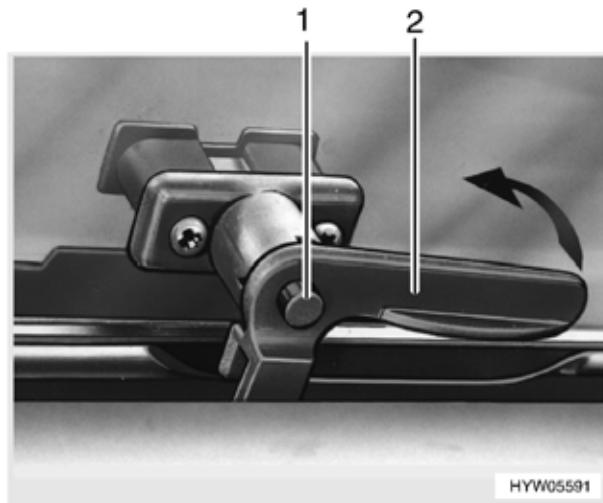

Fig. 45 Finestra apribile, maniglia chiusa (variante 3)
- ▷ Ogni volta che si azionano le maniglie bisogna tenere premuto il bottone di sicurezza (Fig. 45,1).
- Premere il bottone di sicurezza (Fig. 45,1).
- Girare in posizione verticale la maniglia (Fig. 45,2) della finestra.
- Girare in posizione orizzontale la maniglia della finestra (Fig. 45,2).